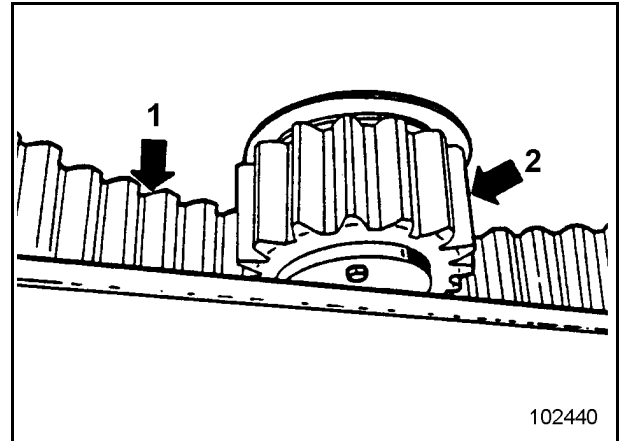
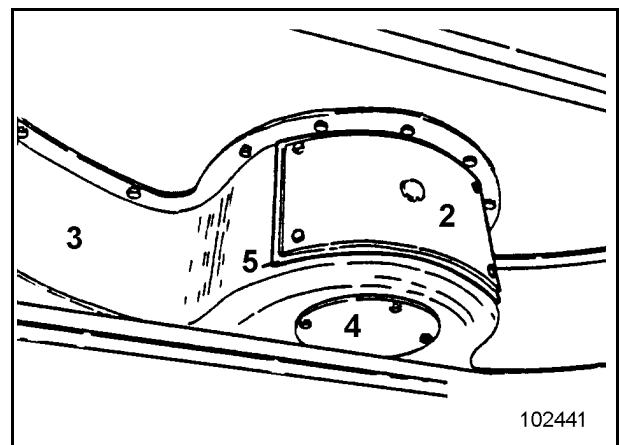

Fig. 3-125:
Fig. 3-126:
Innenverzahnung (1, Fig. 3-125:) und Ritzel (2) sind mit Abdeckungen (3, Fig. 3-126:) verkleidet. Sie bilden eine Wanne, in dessen Fettfüllung sich das Ritzel des Schwenkwerkes bewegt.
Die Abdeckungen haben eine Kontrollöffnung, die mit den Deckeln (2, Fig. 3-126:) verschlossen sind.